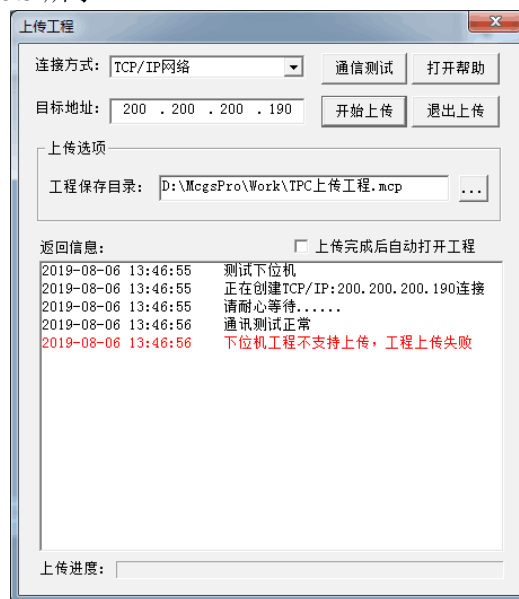

图 3.5.5
- 工程上传失败：若未勾选“支持工程上传”，软件将提示“下位机工程不支持上传，工程上传失败”。如图 3.5.5 所示。